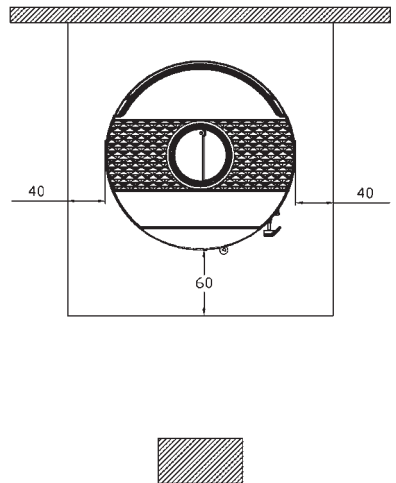

Bild 4B
c) falls das Produkt auf einer entflammaren Fläche installiert wird, z.B. eine Fläche aus Stahl. Solch eine Fläche muss auf der vorderen Seite mindestens 60 cm vorragen und seitlich zusätzliche 40 cm, den zusätzlichen Raum zur Öffnung der vorderen Tür in Betracht ziehend (Bild 4B).